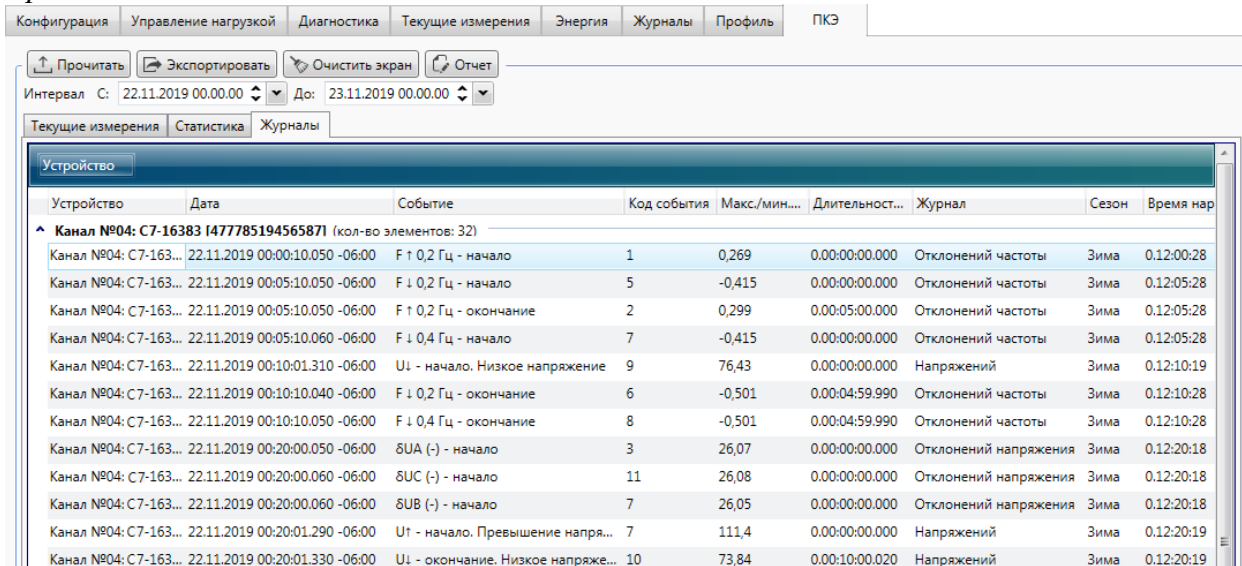

Рисунок 9.44 – Просмотр журналов отклонений напряжения и частоты
9.7.6.4 Для просмотра журналов отклонений напряжения и частоты необходимо перейти на вкладку *ПКЭ* области параметров программы КОНФИГУРАТОР и затем на вкладку *Журналы* (рисунок 9.44).